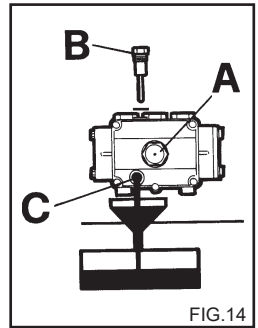

FIG.14
2) Отвинтите пробку с щупом контроля уровня (fig.14).